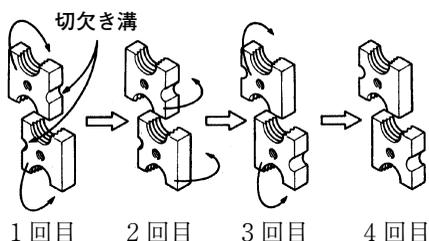

図 20
(3) 取付け前に……………
- ① カッタには、刃部が4カ所ありますので図20のように刃部の位置を替えれば4回ご使用いただけます。